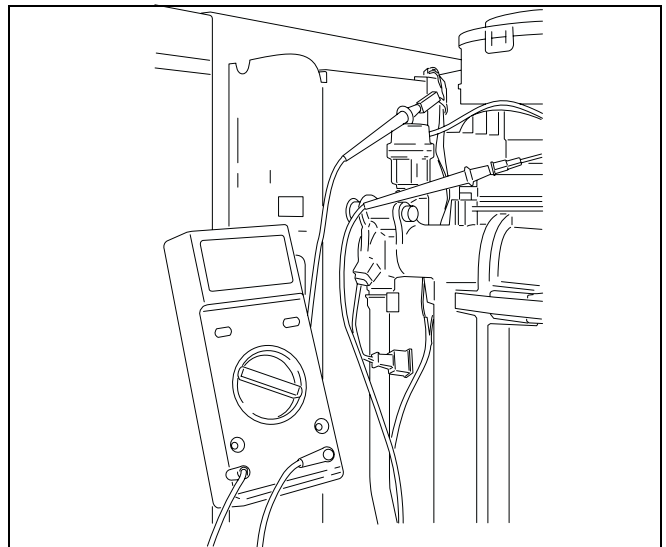

fig. 40 Ionisatiestroom meten
- Maak de stekkerverbinding van de ionisatie-elektrode los en sluit het meetinstrument in serie aan (→ fig. 40).